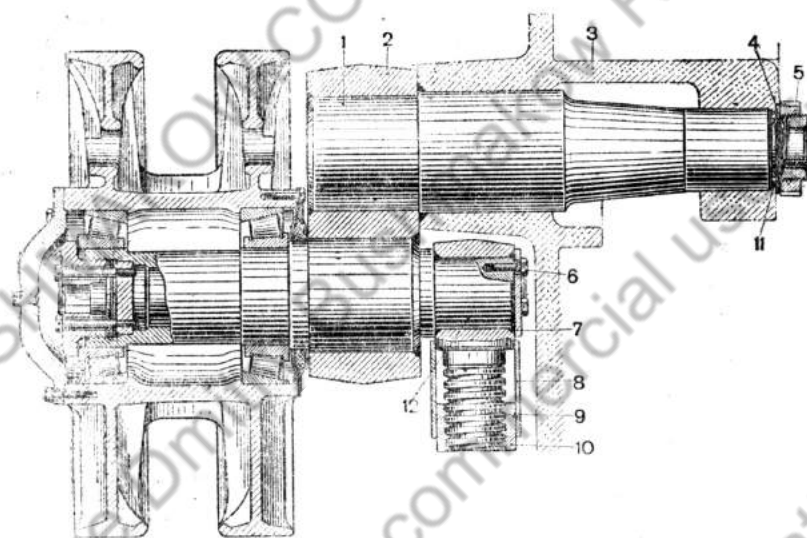

Рис. 198. Направляющее колесо с кривошипом (разрез):
Ось кривошипа 1 и ось ленивца 12 (рис. 198) напрессованы в горячем состоянии и заварены в щёке 2 кривошипа. Ось кривошипа вращается в кронштейне кривошипа 3.
3. Отконтрить и отвернуть круглую гайку 5 (рис. 198) крепления оси кривошипа. Вынуть упорное кольцо.
5. Зазор между упорным кольцом 4 (рис. 198) и кронштейном кривошипа регулировать кольцами 11 в пределах 1,5—3 мм.